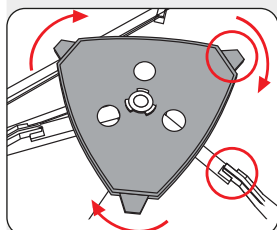

Fig. 6: Zubehörablage anbringen
3. Setzen Sie die Zubehörablage (14) auf den zentralen Aufnahmepunkt (9) auf (Fig. 6). Drehen Sie die Zubehörablage im Uhrzeigersinn bis ihre Klemmnasen (11a) unter die Fixierungsnuten (10) der Querstreben (4a) greifen.
4. Drücken Sie die Batterie-Pack-Halterung (12) mit den Klemmbacken (12a) auf eines der oberen Stativbeinteile (3) (ohne Abb.).